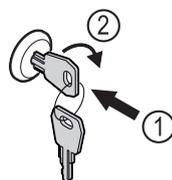

Fig. 174 Représentation à titre d'exemple
- ▶ Insérer la clé Fig. 174 (1).
- ▶ Tourner la clé à 90° dans le sens horaire Fig. 174 (2).